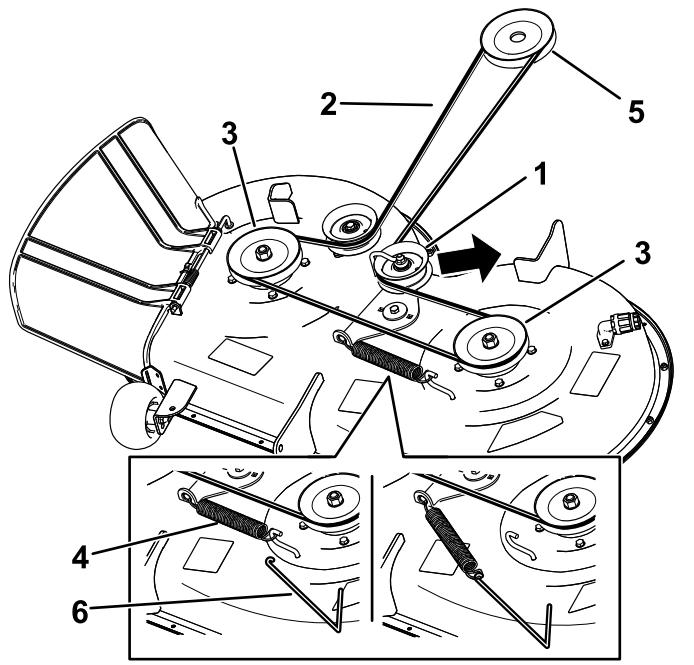

Figure 57
7. À l'aide d'un outil de dépose de ressort (réf. Toro 92-5771), décrochez le ressort du crochet sur le plateau pour détendre la poulie de tension, et déchaussez la courroie des poulies (Figure 57).